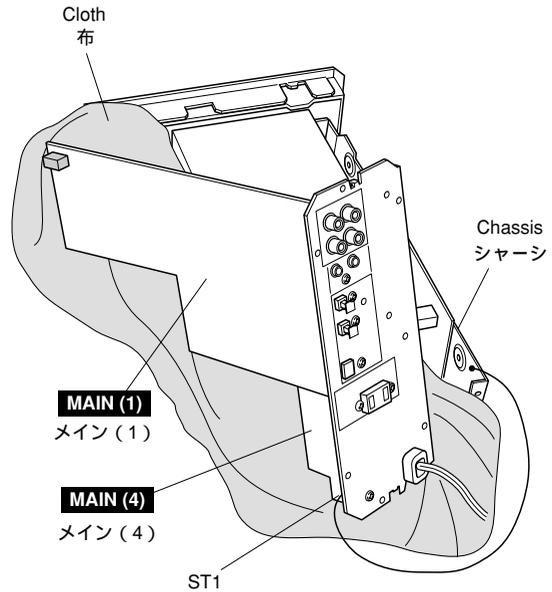
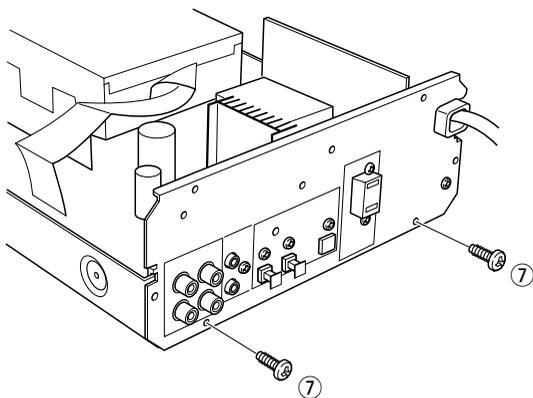

Fig. 5
Fig. 4
- b. Remove 2 screws (⑦) in Fig. 4.
- c. Remove the Main (1) P.C.B. from the chassis.
- d. Place the Main (1) P.C.B. and Main (4) P.C.B. as shown in Fig. 5 for servicing.
- b. ⑦のネジ2本を外します。(Fig. 4)
- c. Main (1) P.C.B. を外します。
- d. Main (1) P.C.B. および Main (4) P.C.B. を Fig. 5 のように置いて、動作チェックを行います。